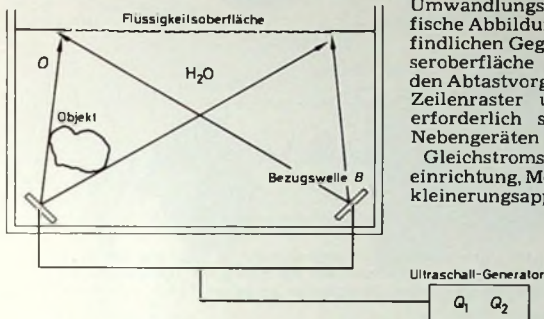

Bild 16. Anordnung zur Aufnahme eines Ultraschall-Hologramms
werden Objekte, die sich in schlecht durchsichtigen flüssigen Medien befinden, als sichtbare Bilder dargestellt. Bei der Ultraschall-Holografie, von der hier die Rede sein soll, verwendet man einen Ultraschall-Generator mit zwei Schwingquarzen Q_1, Q_2 – die zum Beispiel auf der Frequenz von 10 MHz schwingen – als Schallgeber. Bild 16 zeigt eine solche Anordnung zur Auf-
nahme eines Ultraschall-Hologramms. Der eine Quarz speist das Objekt und erzeugt die akustische Objektwelle (O), der andere dient als Bezugswelle (B). Um daraus ein Schallwellenfeld zu erzeugen, bedarf es eines Flüssig-Mediums. Daher muß das Objekt zu dem im Bild 16 gezeigten Versuch in ein Wasserbad gesetzt werden. Auf der Wasseroberfläche bilden sich dann Interferenzfiguren, welche die Intensitätsstruktur des Schallwellenfeldes getreu wiedergeben, die nach einigen Umwandlungsschritten eine holografische Abbildung des unter Wasser befindlichen Gegenstandes auf der Wasseroberfläche entstehen lassen. Für den Abtastvorgang ist ein Gaslaser, ein Zeilenraster und ein Linsensystem erforderlich sowie eine Reihe von Nebengeräten wie Verstärker, eine Gleichstromsignalunterdrückungseinrichtung, Modulatoren und ein Verkleinerungsapparat.